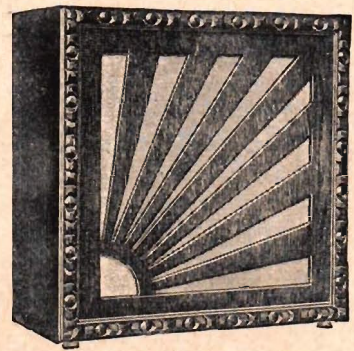

Fig. 2.
*Ormond högtalare, fig. 2:* Firman för två typer av högtalare, vid vilka Ormonds magnet-system användes. Den mindre har märket »Po-